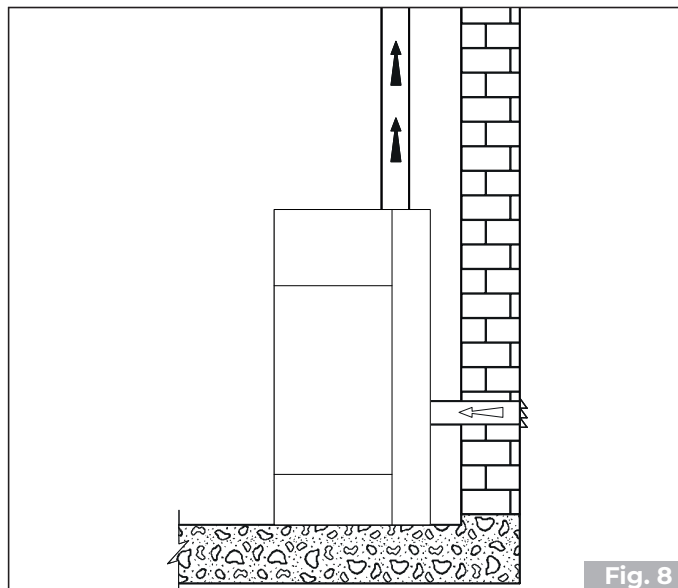

Fig. 8
- directamente desde el exterior con conexión directa a la cámara de combustión (**Fig. 8**).
- conectar la entrada de aire comburente del aparato a la toma de aire con un conducto adecuado (**Fig. 8**).